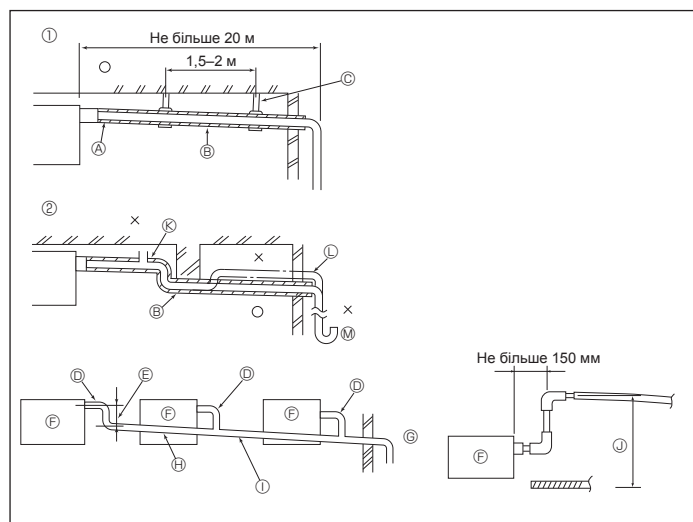

Fig. 6-1
6.1. Установлення дренажних труб (Fig. 6-1)